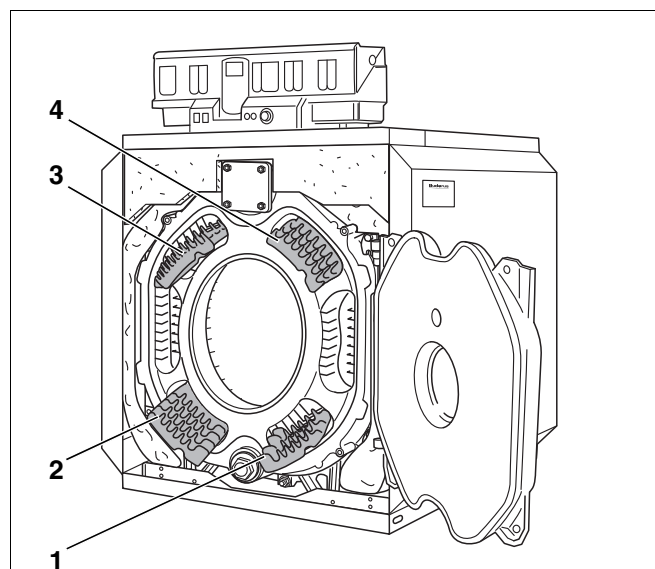

Fig. 51 Rimozione dei turbolatori.
- ▶ Estrarre i turbolatori dai tiraggi, tirandole verso il davanti (fig. 51, [1] e [4]).